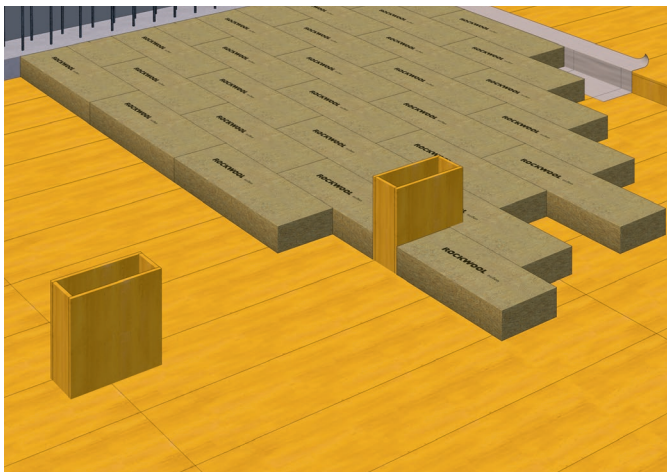

Abb. 1: Decrock wird im Fugenverband stoßgepresst verlegt.
- Auf die saubere, besenreine, planebene, vollflächige und augenscheinlich trockene Schalung wird Decrock im Fugenverband stoßgepresst verlegt. Die markierte, extraverdichtete Seite wird mit dem Schriftzug nach oben zeigend in die Schalung eingelegt (Abb. 1).